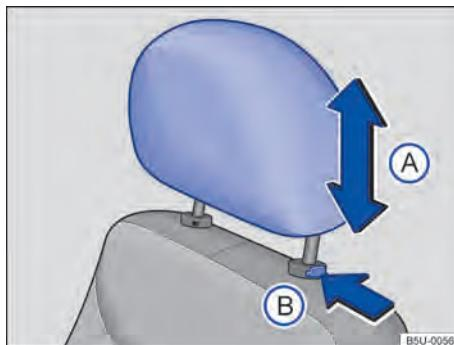

Fig. 60 Apoio para cabeça dianteiro: desinstalar.
- Pressionar o botão → Fig. 60 B no sentido da seta. Retirar o apoio para cabeça com a tecla pressionada.
- Empurrar o apoio para a cabeça totalmente para baixo com o botão → Fig. 60 B pressionado.